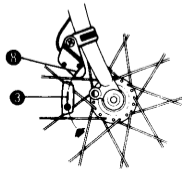
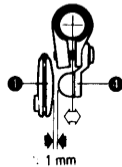

Fig. 9
Fig. 10
(3) Positionnez les traits de repère de l'aimant et du palpeur l'un en face de l'autre, comme illustré à la figure 9, en veillant à laisser un espace d'environ 1mm entre ceux-ci (figure 10). Serrez ensuite la vis de fixation du palpeur.